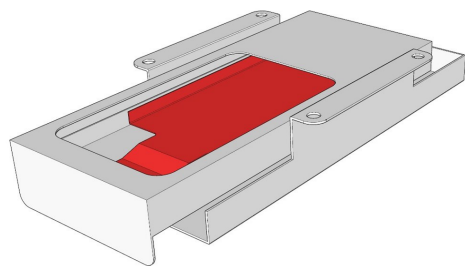

Figura 1
1. Colocar la cinta de doble cara transparente en la base de la superficie de apoyo del mando como se muestra en la **figura 1**.